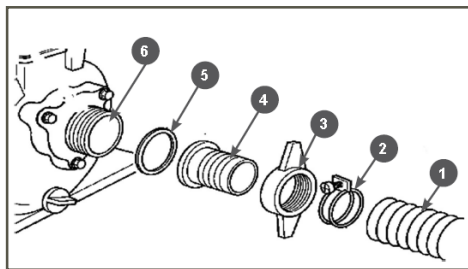

Рис. 5 Установка всасывающего рукава
3. Установите патрубок 5 через уплотнительное кольцо 5 к всасывающему фланцу 6 насоса и плотно затяните гайку 3 патрубка (Рис. 5).
4. Наденьте до упора всасывающий рукав 1 на патрубок 4 и затяните его хомутом 2 (Рис. 5).